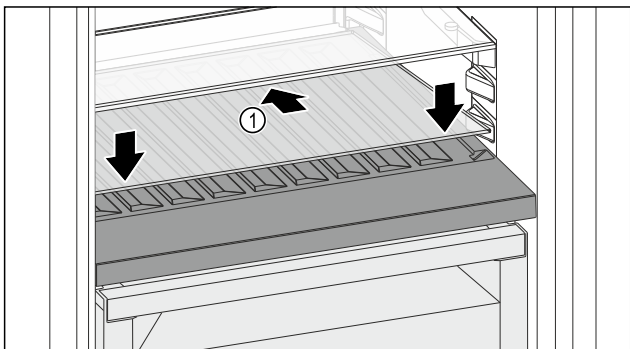

Fig. 125
- ▶ Glasplatte Fig. 125 (1) schräg und nach hinten unten geneigt ansetzen.
- ▶ Glasplatte Fig. 125 (1) vorne absenken.